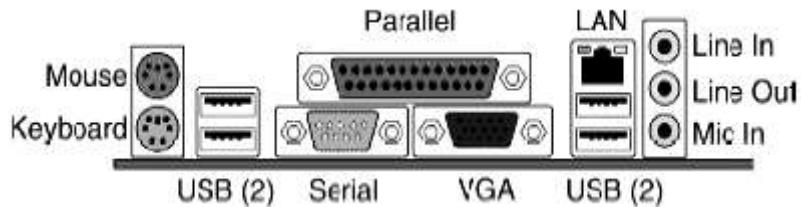

Рис. 1. Основные разъемы для подключения периферийного оборудования и устройств
1. Основные разъемы для подключения периферийного оборудования и устройств приведены на рис. 1.